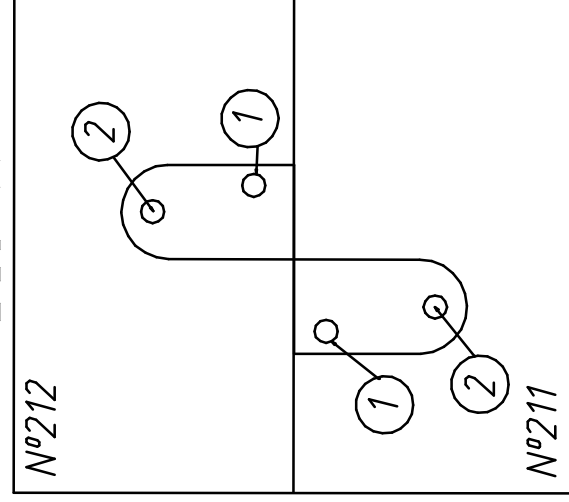

Рис.2
2. Подложить под врезную петлю (компл.№53 И) шайбу металлическую (компл.№53 Б1), по 2 шт. под каждое отверстие петли. Закрепить петлю (компл.№53 И) на шурупы (компл.№10 Б) в соответствующие отверстия ① (см. рис.2).
3. Наколоть шилом отверстия ②, закрутить шурупы (компл.№10 Б).